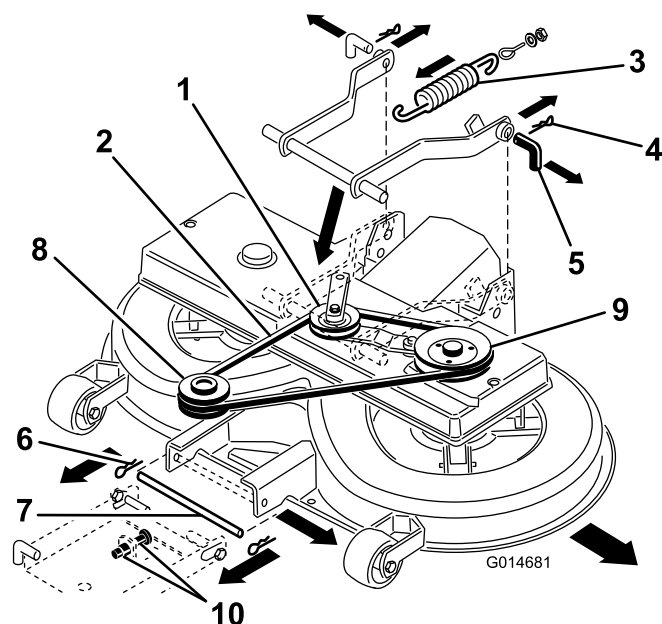

Figure 41
8. Tirez l'ensemble bras de tension vers l'intérieur et ôtez la courroie trapézoïdale de la poulie (Figure 41).
- Décrochez le ressort du levier d'engagement (Figure 41).
- Retirez les goupilles fendues des 2 goupilles arrière et enlevez ces dernières (Figure 41).
- Retirez la goupille fendue de la goupille avant et enlevez cette dernière (Figure 41).
- Enlevez la courroie trapézoïdale de la poulie du moteur (Figure 41).
- Placez la goupille inférieure de la suspension de réglage avant dans la position inférieure des fentes, en réglant les 2 écrous (M12) sur la suspension avant (Figure 41).